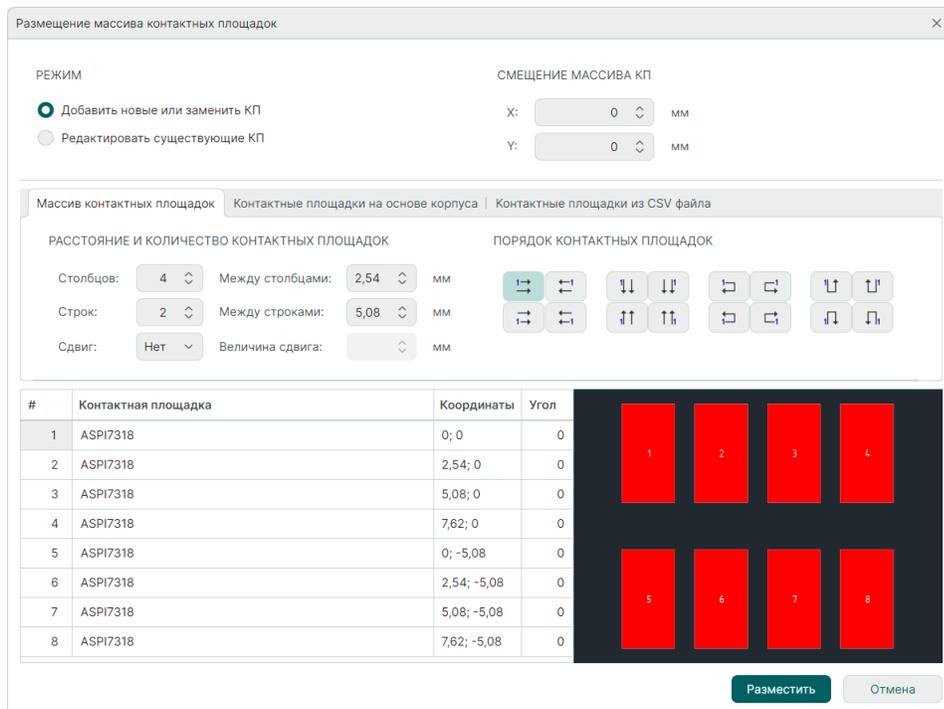

Рис. 93 Окно «Размещение массива контактных площадок»
1. Укажите необходимые параметры массива в окне «Размещение массива контактных площадок», см. Рис. 93.